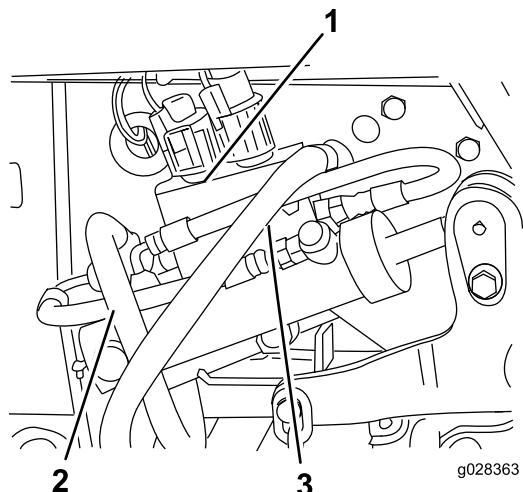

Рисунок 88
44. Проложите и подсоедините гидравлический напорный шланг и шланг бака к клапану (Рисунок 88).